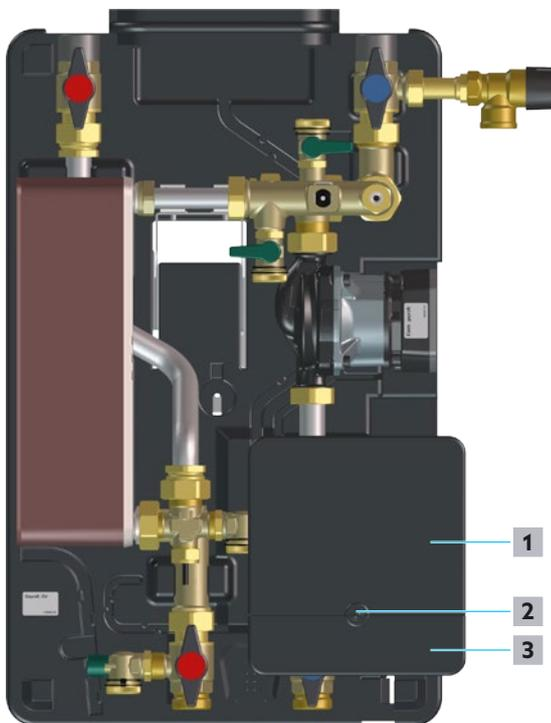

Fig. 29: Abrir el controlador
- 4 Retire el tornillo (véase posición 2 en Fig. 29 en la página 42) y déjelo a un lado.
- 5 Deslice la cubierta del panel de conexión (véase posición 1 en Fig. 29 en la página 42) hacia arriba por encima de las pestañas de retención.